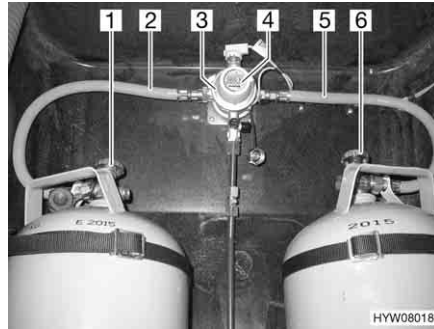
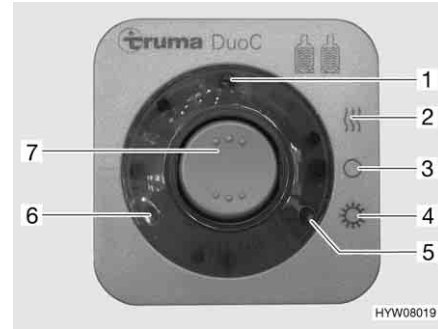

Fig. 101 Dispositif de commutation DuoControl
Fig. 102 Unité de commande
Le dispositif de commutation DuoControl est composé d'une valve de commutation (Fig. 101,3) et de l'unité de commande (Fig. 102). La valve de commutation est montée entre les lyres (Fig. 101,2 et 5). Un bouton rotatif (Fig. 101,4) situé sur la valve de commutation permet de définir laquelle des bouteilles de gaz est celle de service et laquelle est celle de réserve.
Seules les fonctions électriques peuvent être activées sur l'unité de commande (Fig. 102). Les robinets principaux des bouteilles de gaz (Fig. 101,1 et 6) doivent être ouverts manuellement.
La valve de commutation garantit une pression du gaz constante, indépendamment de la bouteille qui fournit le gaz. Les deux voyants de contrôle de l'unité de commande indiquent le niveau de remplissage de la bouteille de service. Lorsque le voyant de contrôle vert (Fig. 102,6) s'allume, la bouteille de service est entièrement chargée. Lorsque le voyant de contrôle rouge (Fig. 102,5) s'allume, la bouteille de service est vide. L'alimentation en gaz s'effectue également par la bouteille de réserve.
- Ouvrir les robinets principaux des bouteilles de gaz (Fig. 101,1 et 6).
- Choisir la bouteille de gaz avec le bouton rotatif (Fig. 101,4) de la valve de commutation (Fig. 101,3) à partir de laquelle le gaz sera utilisé principalement (bouteille de service).
- Mettre en marche le dispositif de commutation DuoControl sur l'unité de commande (Fig. 102).
Pour ce faire, régler le commutateur à bascule (Fig. 102,7) sur régime hiver "Marche et chauffage" (Fig. 102,2) ou bien sur régime été "Marche" (Fig. 102,4). La valve de commutation est maintenant désaérée. Le voyant de contrôle jaune (Fig. 102,1) s'allume si le régime hiver est sélectionné et l'installation de dégivrage est activée.
- Mettre le commutateur à bascule (Fig. 102,7) sur "O" (Fig. 102,3). Le voyant de contrôle jaune (Fig. 102,1) s'éteint.
- Fermer les robinets principaux des bouteilles de gaz (Fig. 101,1 et 6).
Les voyants de contrôle de l'unité de commande (Fig. 102,5 et 6) signalisent à l'intérieur du véhicule si la bouteille de gaz est en état de marche.
Si le voyant de contrôle vert (Fig. 102,6) s'éteint durant le fonctionnement et le voyant de contrôle rouge (Fig. 102,5) s'allume, la bouteille de gaz définie comme bouteille de service est vide et doit être remplacée. La bouteille de réserve alimente les appareils à gaz.